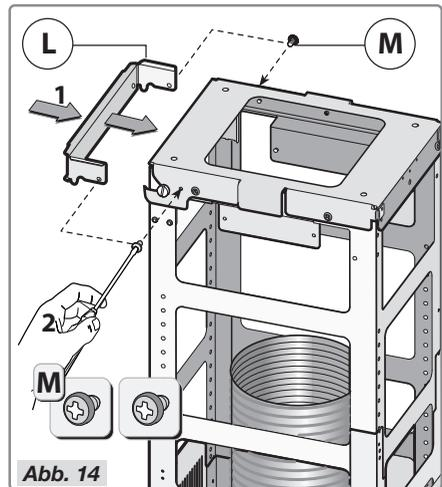

Abb. 14
- Nehmen Sie die Sicherheitshalterung L und befestigen Sie diese mit den 2 Schrauben M an der Decke, wie in Abbildung 14 – Schritte 1-2 dargestellt.